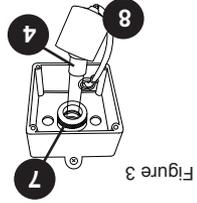
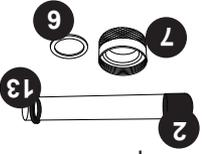

Figure 3
Figure 6
17. Glissez la nouvelle lampe UV (4) dans le tube de quartz, Figure 3.
18. Réinstallez la gaine noire de la lampe (8) sur l'écran de compression du joint de quartz (7).
19. Réinstallez le couvercle de l'enceinte (10) à l'aide du joint (9) et fixez-le avec les vis.
3. Retirez la gaine noire de la lampe (8) en la faisant glisser sur le câble afin de la dégager de l'écrin de compression du joint de quartz (7), Figure 3.
5. Retirez l'écrin de compression du joint de quartz (7) en le tournant dans le sens **antihoraire**, Figure 3. Utilisez une paire de pinces multiprises si nécessaire, Figure 5. Vous remarquerez qu'une rondelle de compression en acier inoxydable (6) glisse sur le tube de quartz. Conservez la rondelle (6) pour une utilisation ultérieure, Figure 6. Il existe également un joint d'étanchéité noir (13); saisissez le joint d'étanchéité noir, puis retirez lentement et délicatement le tube de quartz.